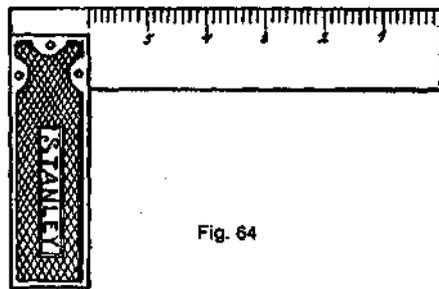

Fig. 64
*Esquadro* (Fig. 64). — Instrumento formado por duas peças fixas, ajustadas em ângulo reto.